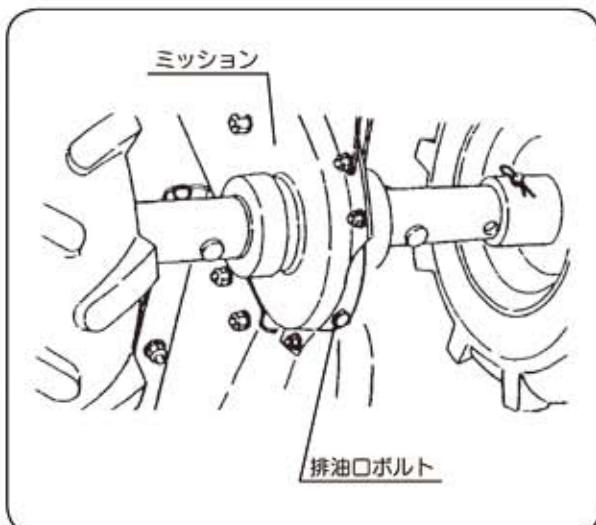

図33
- ③給油口からミッションオイルをゆっくり給油してください。 (図33)